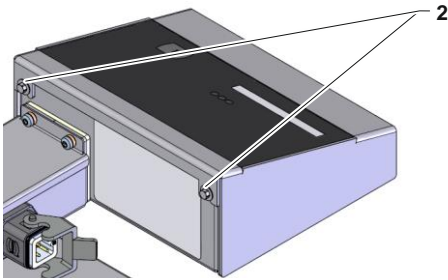

Fig. 7: Dos de l'unité d'analyse
- Serrer les vis (marquage 2 → Fig. 7).